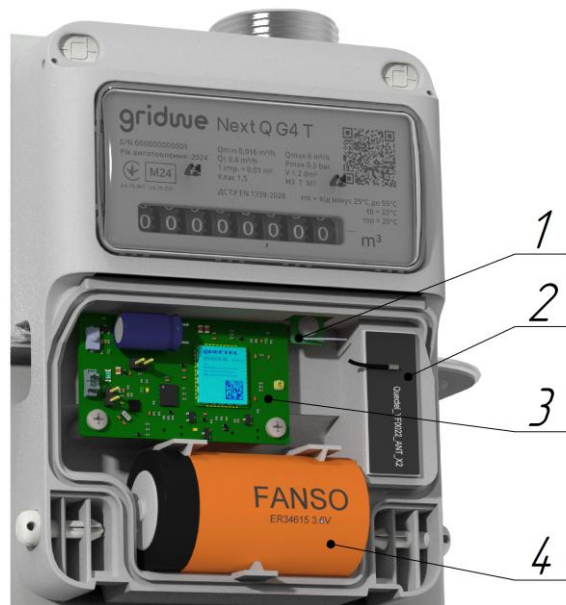

Рисунок 3 – Схема відсіку електронних компонентів
5.8 Зв'язок між механічною системою та електронним модулем лічильника, утворюється за рахунок встановленого на останньому барабані після коми постійного магніту, дію магнітного поля якого фіксує чутливий електронний компонент, розташований у герметичному відсіку електронних компонентів (Рисунок 3). Чутливий електронний компонент передає інформацію на плату, що рахує імпульси, а далі накопичені дані за визначеним алгоритмом передаються на сервер диспетчерської по каналу стільникового зв'язку стандарту Nb — IoT.